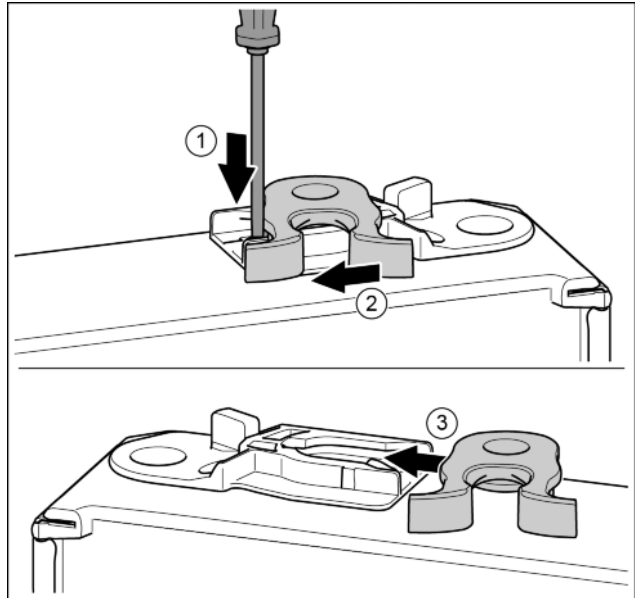

Fig. 18\*
- ▶ Nyomja le a fedőlemezt csavarhúzóval.\* Fig. 18 (1)
- ▶ Húzza ki a záróhorgot a vezetősínből.\* Fig. 18 (2)
- ▶ Tolja be a záróhorgot a másik oldalon lévő vezetősínbe.\* Fig. 18 (3)